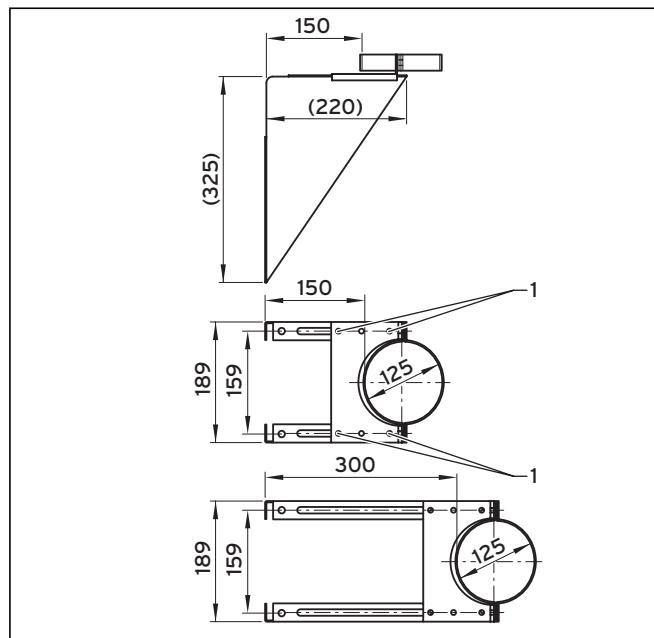

Рис. 4.70 Монтаж стенного кронштейна
- Установите желаемое расстояние от стены и затяните 4 винта (1, → рис. 4.70) в окончательном монтажном положении.